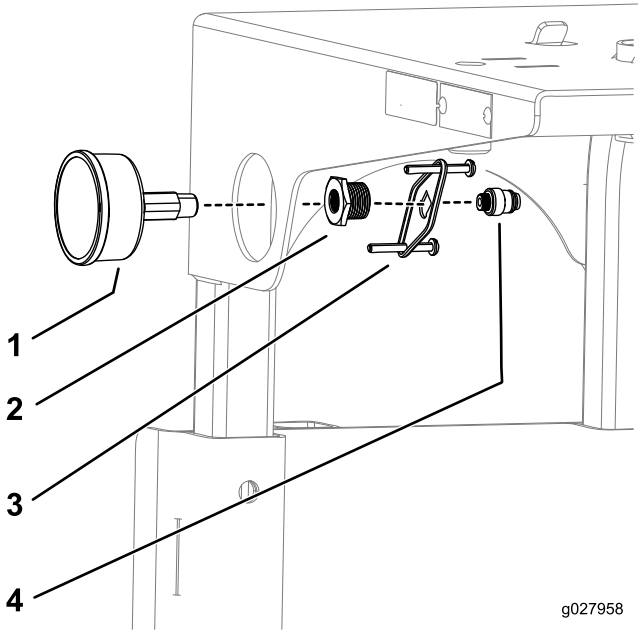

图7
6. 在压力表的螺纹上缠上聚四氟乙烯生料带，并按照图7所示安装压力表总成。